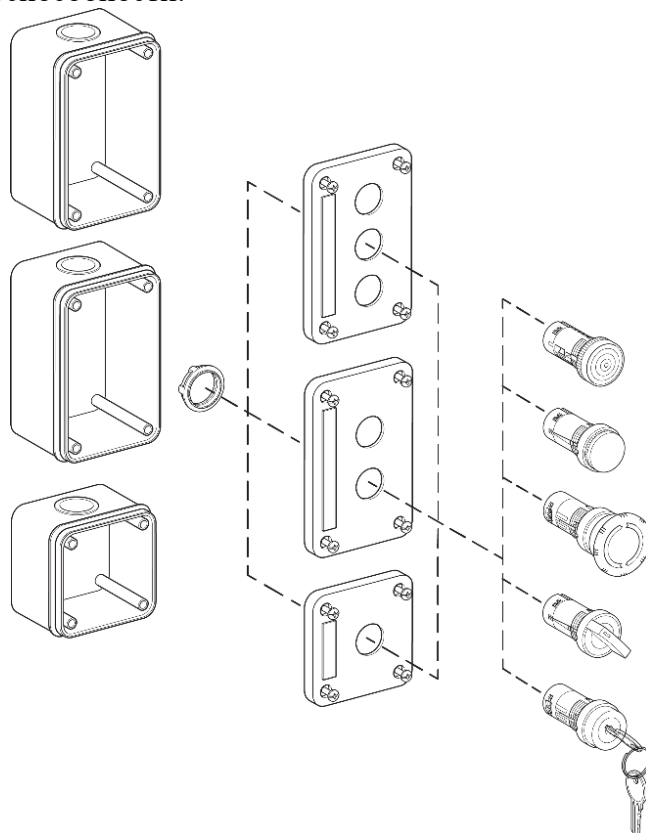

Рисунок 1. Сборка и замена элементов поста PKV22
2.2.7 Открыть крышку поста и установить в него органы контроля и управления (при разукomплектованном типе поста) см. рисунок 1.